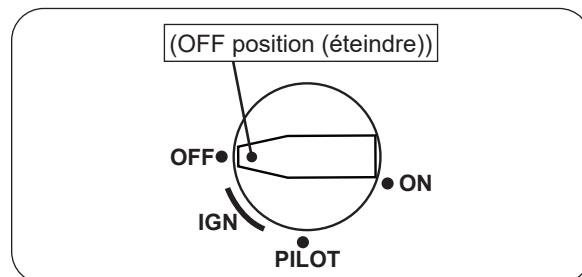

Fig. 50-2 Arrêt du pilote
2. Localisez la vanne sur le côté de l'unité. Pousser le bouton d'allumage et tourner dans le sens des aiguilles d'une montre sur **OFF** (éteindre) (voir Fig. 50-2).
Appuyez légèrement sur le bouton de contrôle et tournez-le dans le sens des aiguilles d'une montre sur **OFF** (éteindre). Ne force pas. Voir Fig. 50-2.